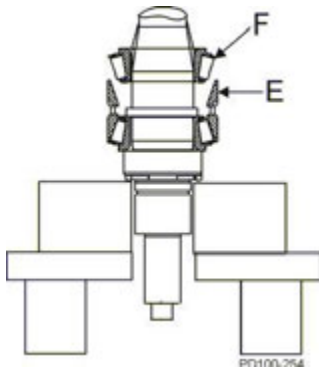

Abb.81 Einbau Lagermanschette und Distanzring
5. Platzieren Sie die obere Manschette (Abb. 81, Pos. E) auf dem äußeren Distanzring.
6. Schmieren Sie die übrige Kegel- und Rolleneinheit (Abb. 81, Pos. F) mit Öl oder Fett und schieben Sie sie mit dem Rollenradius nach oben über die Welle. Drücken Sie die Einheit auf die Welle und in die obere Manschette.